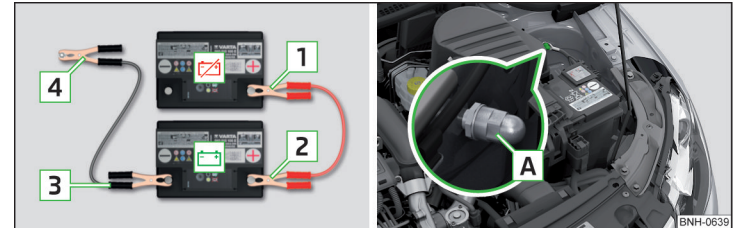

Abb. 245 Starthilfe: ☞ - entladene Batterie, ☞ - stromgebende Batterie / Massepunkt des Motors beim START-STOPP-System
- Bei Fahrzeugen **mit** dem START-STOPP-System die Klemme **4** am Massepunkt des Motors **A** befestigen » Abb. 245.